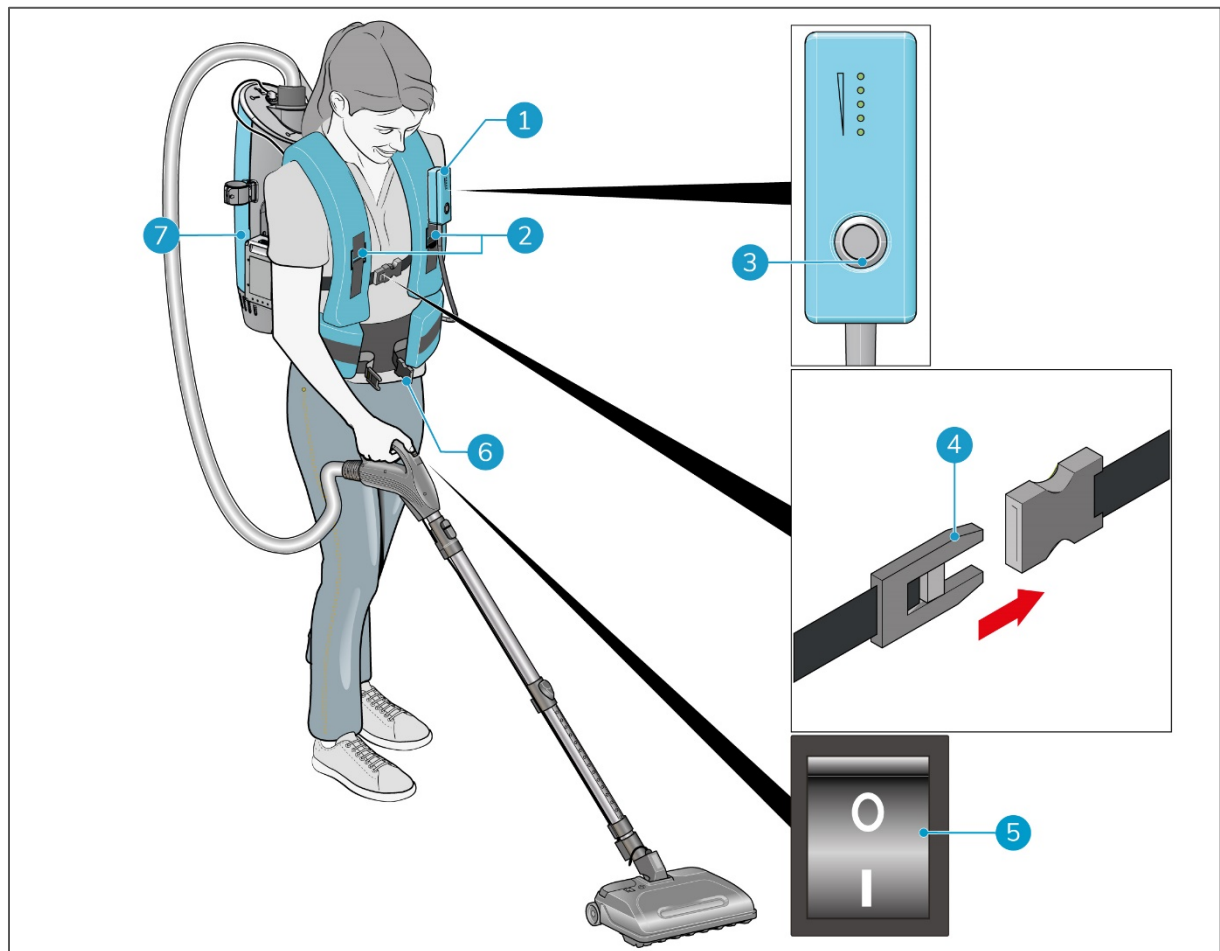

Figura 19
11. Coloque o i-move 2.5B® nas suas costas (Figura 19, posição 7).
12. Feche o cinto; ajuste-o até estar confortável (Figura 19, posição 6).
13. Aperte as 2 fivelas até se sentir confortável (Figura 19, posição 2).
14. Feche a fivela da frente (Figura 19, posição 4).
15. Prenda o controlo remoto no cinto ou num dos laços da fivela (Figura 19, posição 1).
16. Prima o interruptor ligar/desligar (Figura 19, posição 3) para ligar o i-move 2.5B.
17. Prima o interruptor ligar/desligar (Figura 19, posição 5) para ligar a i-brush®; a i-brush funciona melhor se não for aplicada pressão na escova.
1. Prima o interruptor para Ligar/Desligar (Figura 19, posição 5) para desligar a i-brush.
2. Prima o interruptor ligar/desligar (Figura 19, posição 3) para desligar o i-move 2.5B®.
3. Abra a fivela (Figura 19, posição 4) da frente.
4. Desaperte as duas fivelas (Figura 19, posição 2).
5. Abra o cinto (Figura 19, posição 6).
6. Remova o controlo remoto do cinto ou de um dos laços da fivela (Figura 19, posição 1).